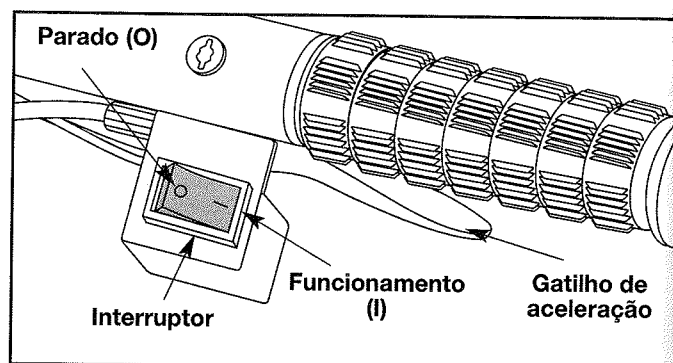
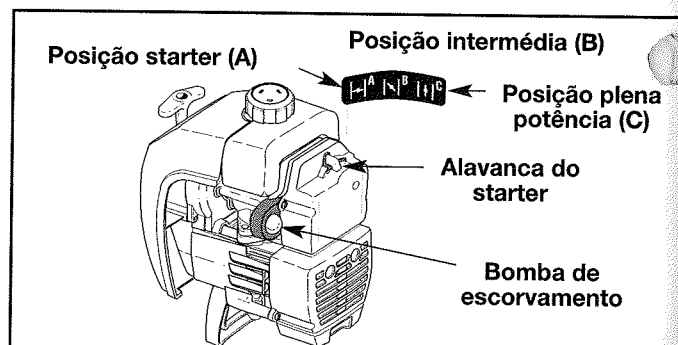

Fig. 15
Fig. 16
2. Ponha o interruptor na posição Funcionamento [I] (Fig. 15).
3. Aperte e solte 5 a 7 vezes a bomba de escorvamento, lenta e completamente. O combustível deve aparecer na bomba (Fig. 16). Se ainda não penetrou na bomba, aperte mais três vezes até que o combustível apareça.
4. Coloque a alavanca do starter na posição starter (A) (Fig. 16).
6. Coloque a alavanca do starter na posição intermédia (B) (Fig. 16).
9. Aperte o gatilho do acelerador para fazer aquecer o motor durante 5 a 10 segundos. Ponha a alavanca do starter na posição plena potência (C) (Fig. 16).
NOTA: Não é necessário utilizar o starter para pôr a trabalhar um motor quente. Ponha o interruptor na posição Funcionamento [I] (Fig. 15) e arranque em posição intermédia (B) (Fig. 16).
2. Ponha o interruptor na posição Parado [O] (Fig. 15).